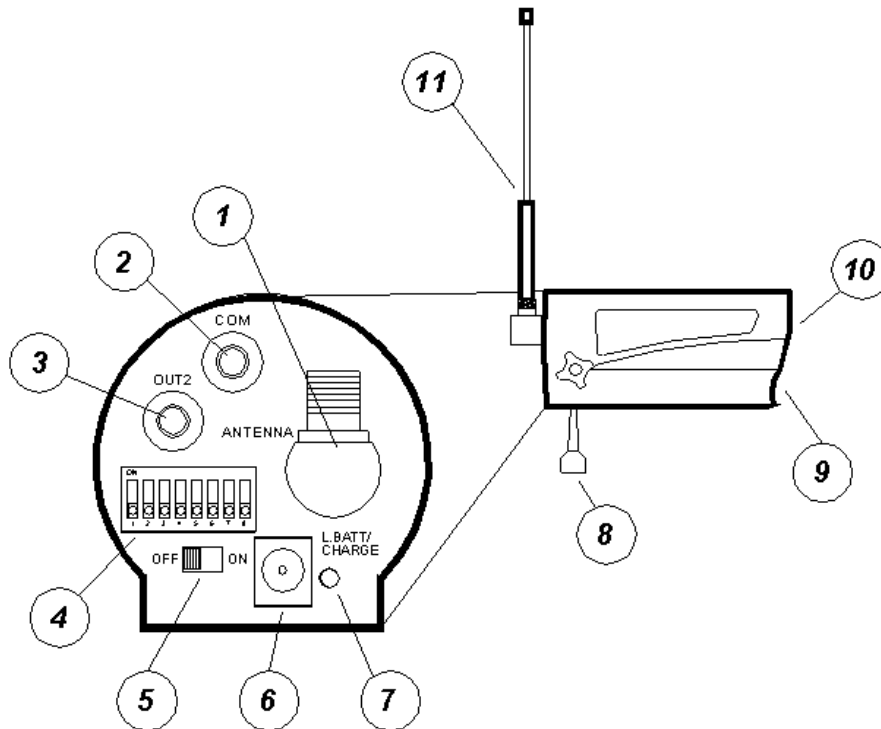

Figura 1
- tensione di ricarica : tensione applicata al jack di ricarica (vedi Figura 1 n°6). La tensione deve essere compresa fra gli 8V ed i 13V (l'utilizzo di tensioni superiori ai 13V è altamente sconsigliato ; per tensioni superiori infatti un elemento di protezione (varistor) interrompe il circuito di alimentazione. Il circuito viene ripristinato qualora le condizioni di tensione siano rientrate nel range operativo.